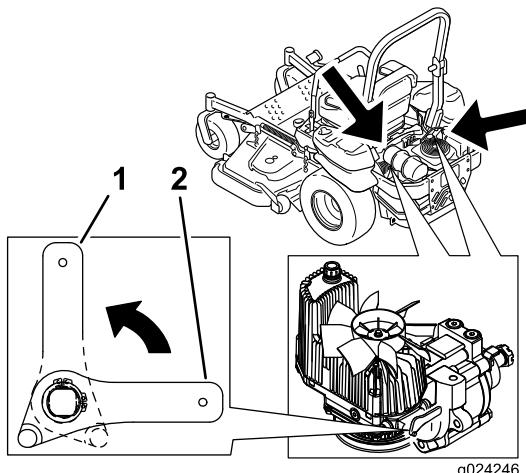

Figura 33
2. Ruotate verticalmente le leve delle valvole di rilascio per spingere le macchine. L'olio idraulico bypassa quindi la pompa, consentendo alle ruote di girare (Figura 33).
4. Ruotate orizzontalmente le leve delle valvole di rilascio per guidare le macchine (Figura 33).